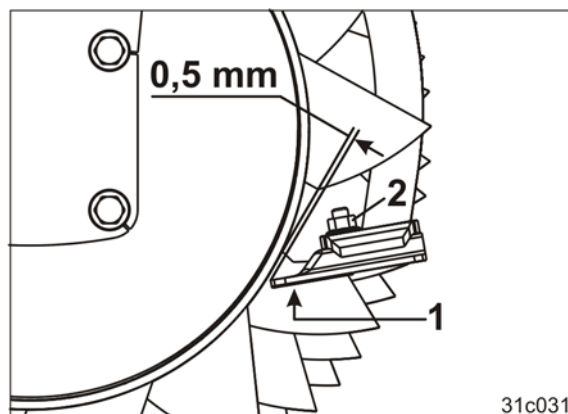

Рис. 101
5. Расстояние между чистиком (Рис. 101/1) и трубой катка составляет 10 мм. Отрегулируйте изношенные чистики в соответствии с этой величиной или замените их.
4. Открутите винт (Рис. 101/2).
5. Привинтите чистик (Рис. 101/1) на расстоянии 0,5 мм от трубы катка.